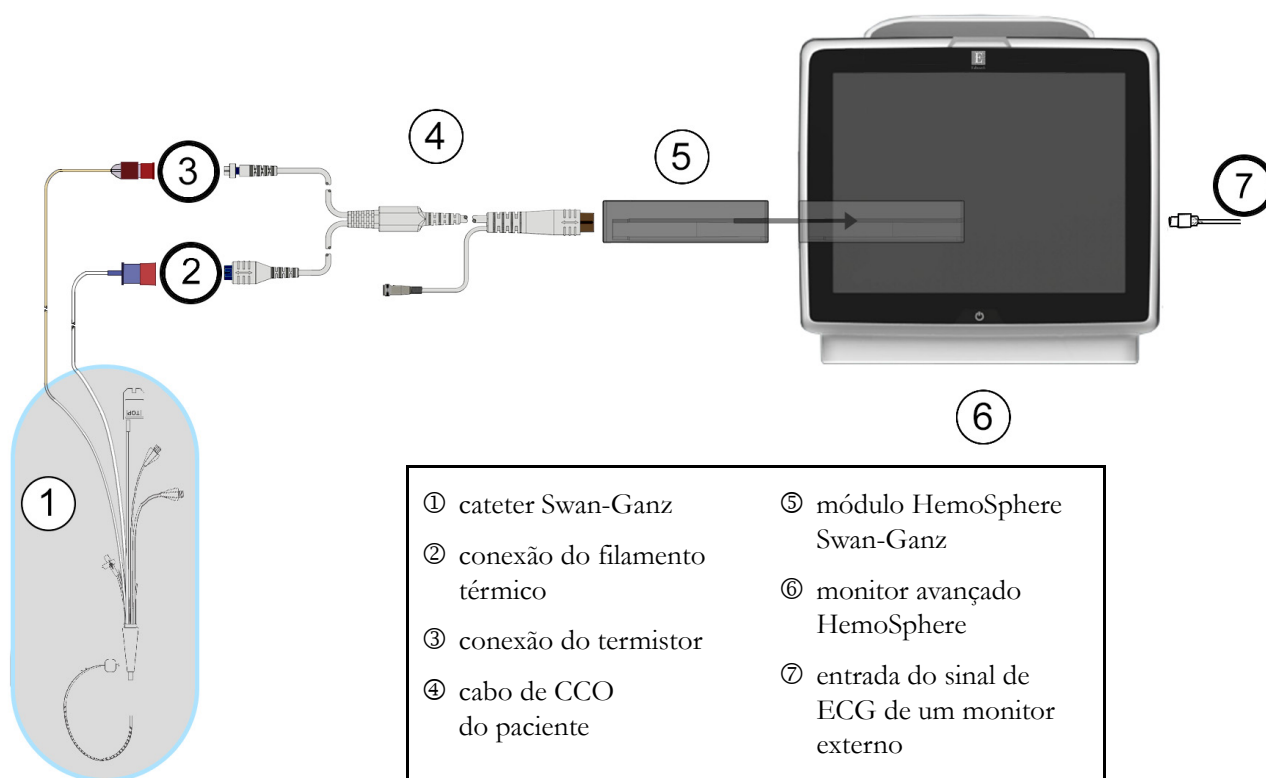

Figura 9-7 Visão geral da conexão de VDF/FEVD
- 2 Prenda a extremidade do cateter do cabo do paciente aos conectores do termistor e do filamento térmico no cateter de CCombo V Swan-Ganz. Essas conexões são indicadas por ② e ③ na figura 9-7.